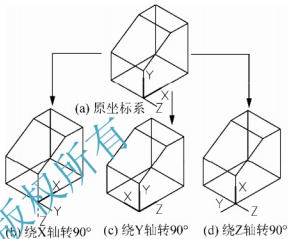

图 10-10 绕坐标轴旋转建立的 UCS
(2) **【X/Y/Z】轴旋转 UCS:** 将当前坐标系绕 X/Y/Z 轴旋转一个角度, 以生成新的 UCS。可以使用右手定则判断旋转角的正负(将右手拇指指向指定轴的正向, 卷曲其余四指, 其余四指所指的方向即为正旋转方向)。如图 10-10 为分别绕 X、Y、Z 轴旋转建立的 UCS。